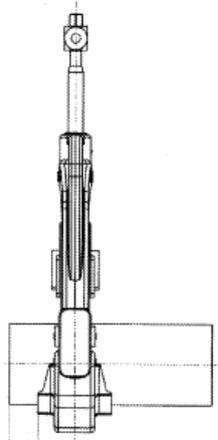

Figure 2
- Remontez la lame (7) en tournant la poignée dans le sens inverse des aiguilles d'une montre.
- Ouvrez le verrou (13) pour débloquer le vé inférieur (3).
- Ouvrez-le vé inférieur (3).
- Placez le coupe-tube sur le tube (cf. Figure 2).
- Bloquez le verrou (13).
- Vérifiez la bonne perpendicularité du coupe tube par rapport au tube (cf. Figure 2)
- Descendez la lame (7) en tournant la poignée. Cette manipulation coupe le tube.
- Remontez la lame (7) en tournant la poignée.
- Débloquez le verrou (13).
- Raise the blade (7) by turning the handle in the anti-clockwise direction.
- Open the screw (13) in order to release the lower vee (3).
- Open the lower vee (3).
- Place the pipe cutter on the pipe (cf. Figure 2).
- Release the lock (13).
- Check whether the pipe cutter is perpendicular to the pipe to be cut (cf. Figure 2)
- Lower the blade (7) by turning the handle. This operation cuts the pipe.
- Raise the blade (7) by turning the handle.